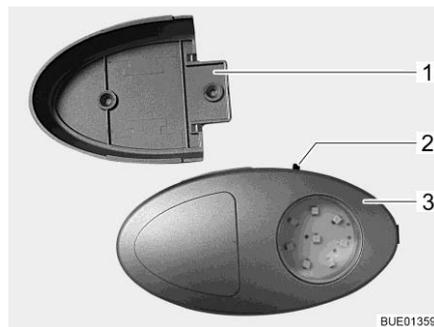

Fig. 86 Lámpara del armario ropero / linterna
- ▷ La lámpara del armario ropero puede ser extraída del soporte atornillado (Fig. 86,1) y ser usada como linterna.
El interruptor (Fig. 86,2) está instalado directamente en la lámpara del armario ropero (Fig. 86,3).